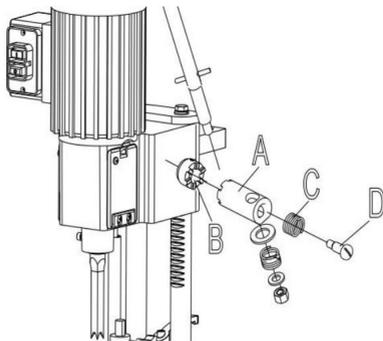

Fig. 2
1. Montare il mozzo del gruppo maniglia (A) Fig. 2, all'estremità dell'albero del pignone (B) e fissare la maniglia all'albero del pignone utilizzando la vite speciale (C) e la molla (D).